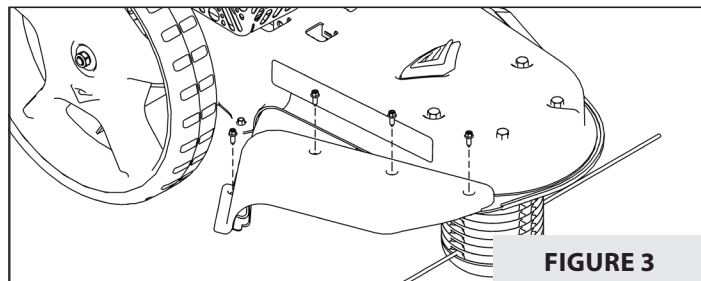

FIGURE 3
1. Installez la goulotte d'évacuation comme indiqué. **VOIR FIGURE 3.**